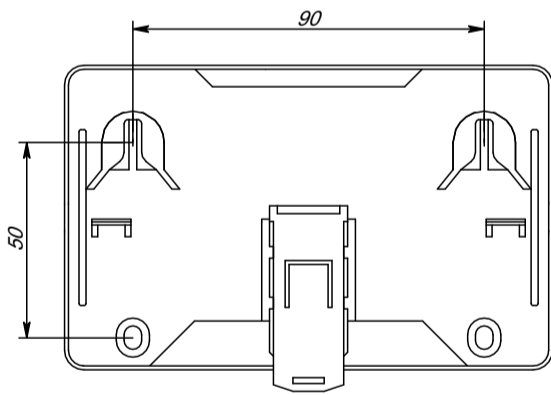

Рисунок 2
- при установке на стену (рисунок 2) разместить и просверлить в месте установки МС-ТЛ два отверстия под шуруп диаметром 4 мм. Установочные размеры приведены на рисунке 2. Установить основание МС-ТЛ на два шурупа.